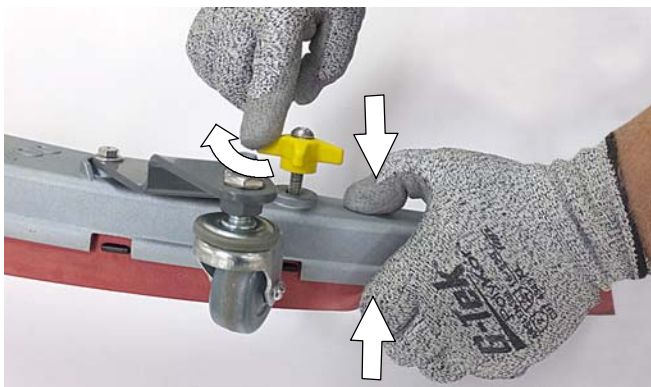

ABB. 89
5. Drücken Sie den Abstreifleistenrahmen und die Gummihalterung zusammen und ziehen Sie die zwei äußeren Knöpfe wieder an (Abbildung 89).